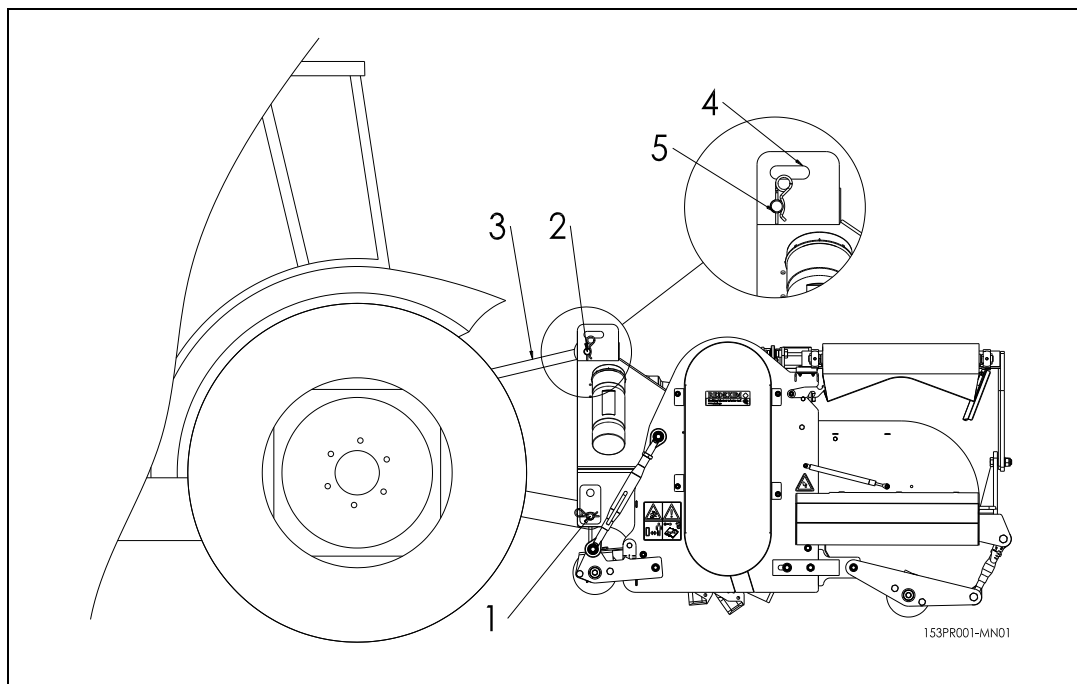

Fig. 9
La méthode est la suivante : (Fig 9.)
Veillez à ce que la barre du haut soit attelée et mise sous tension dans la position de transport (position 5) ! Voir chapitre 4.0 fig 9. Si cela n'a pas été fait, cela peut entraîner de sérieux dommages à la machine.
6. Si souhaité, la barre du haut peut être mise dans la position pour suivre le terrain - encoche 4 (Voir chapitre 4.0 fig. 9).